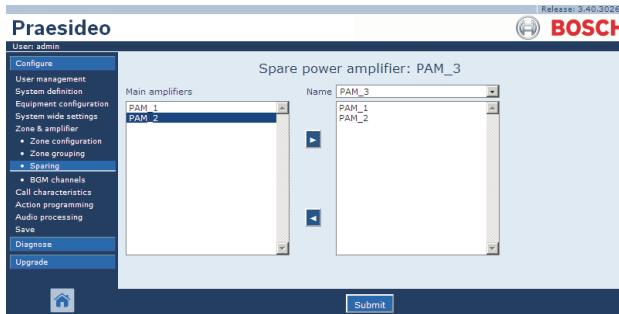

abbildung 46.14: Reservegeräte, Schritt 4
- Wählen Sie den Hauptverstärker per Doppelklick oder klicken Sie die Schaltfläche > an, um dem Reserveverstärker einen Hauptverstärker zuzuweisen. Im Mainframe der webbasierten Benutzeroberfläche erscheint ein Bildschirm, der dem in abbildung 46.14 ähnelt.